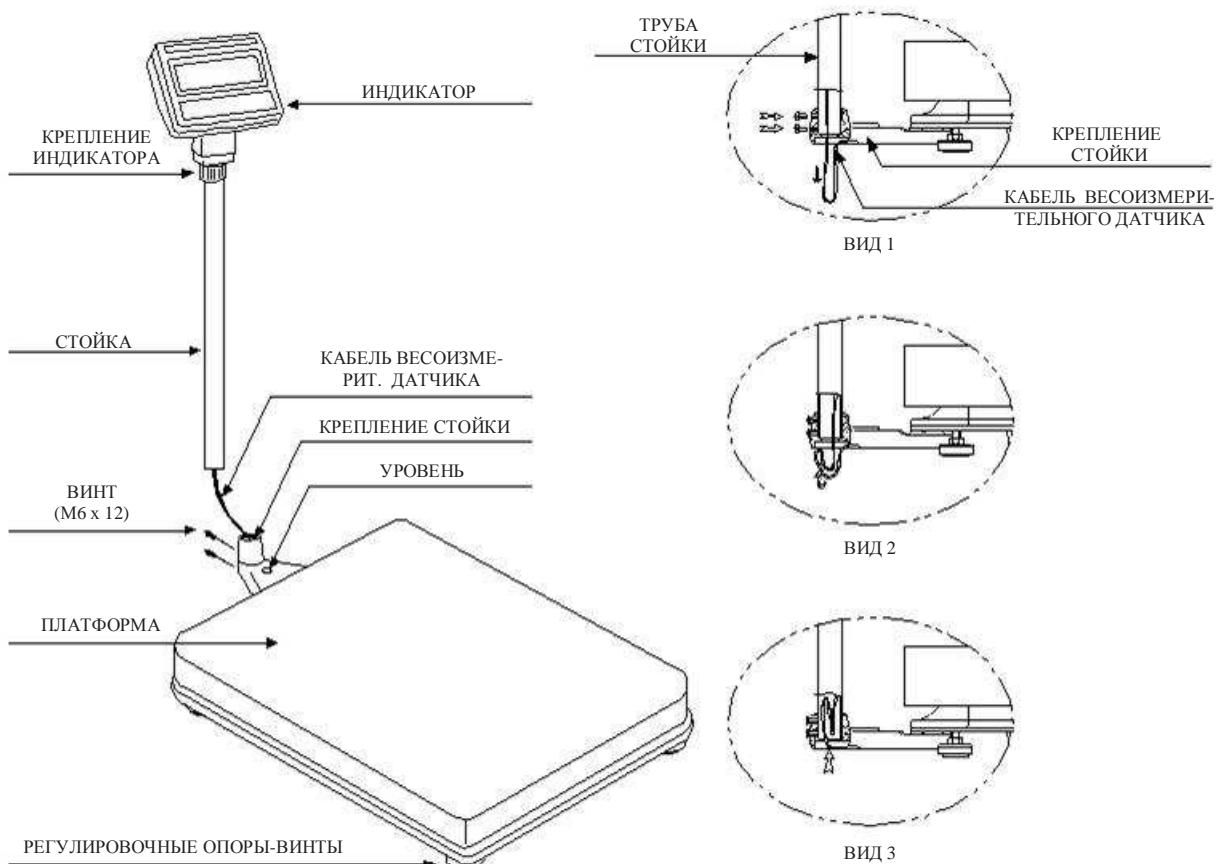

Рисунок 5.1 – Схема сборки весов со стойкой
- Закрепите стойку в гнезде при помощи 2-х винтов, используя шестигранный ключ, входящий в комплект (см. рисунок 5.1, вид 1).
- Спрячьте провод, выходящий наружу, в стойку (см. рисунок 5.1, вид 2 и 3).